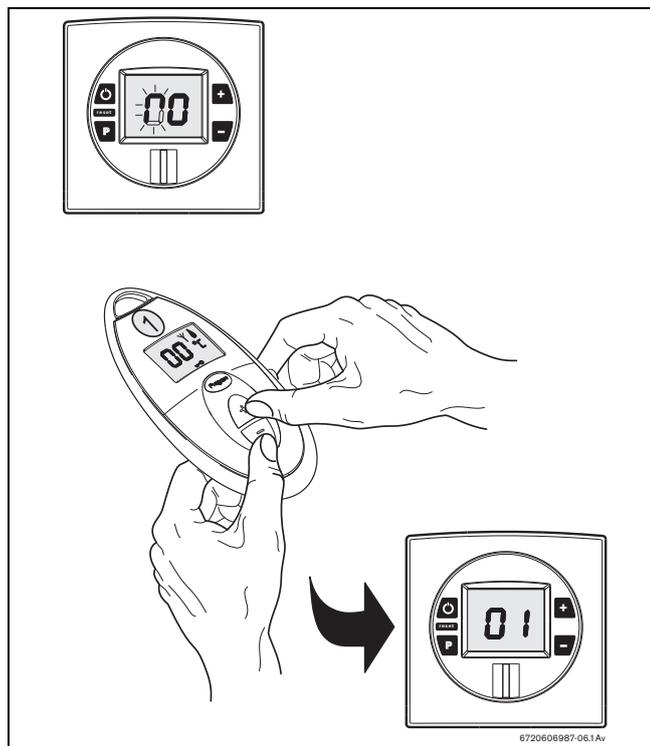

Fig. 5 Attivazione del telecomando
- Posizionare il telecomando di fronte al quadro comandi dell'apparecchio e premere contemporaneamente i tasti \oplus e \ominus del telecomando (Fig. 5).